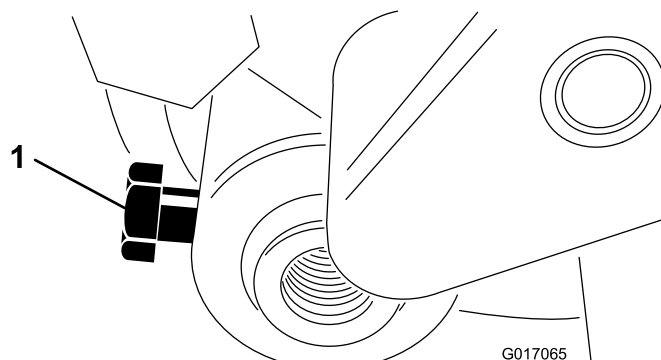

図 12
24. 左側アジャスターム・アセンブリにローラ・シャフトを差し込んでボルトで仮止めする 図 12。
32. 左右のアジャスターームの中央にローラの位置出しをし、取り付けボルトを締め付ける 図 12。